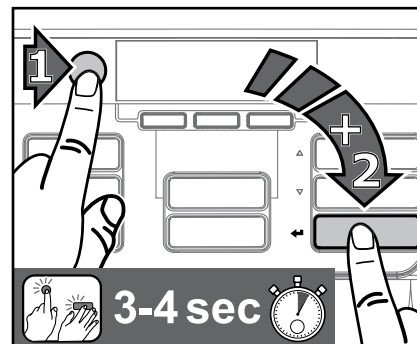

Fig. 24
1. Tryk først på STOP-knappen og så på enter-knappen  og hold dem nede samtidig i 3-4 sekunder for at komme ind i rengøringsmodus. (Fig. 24)